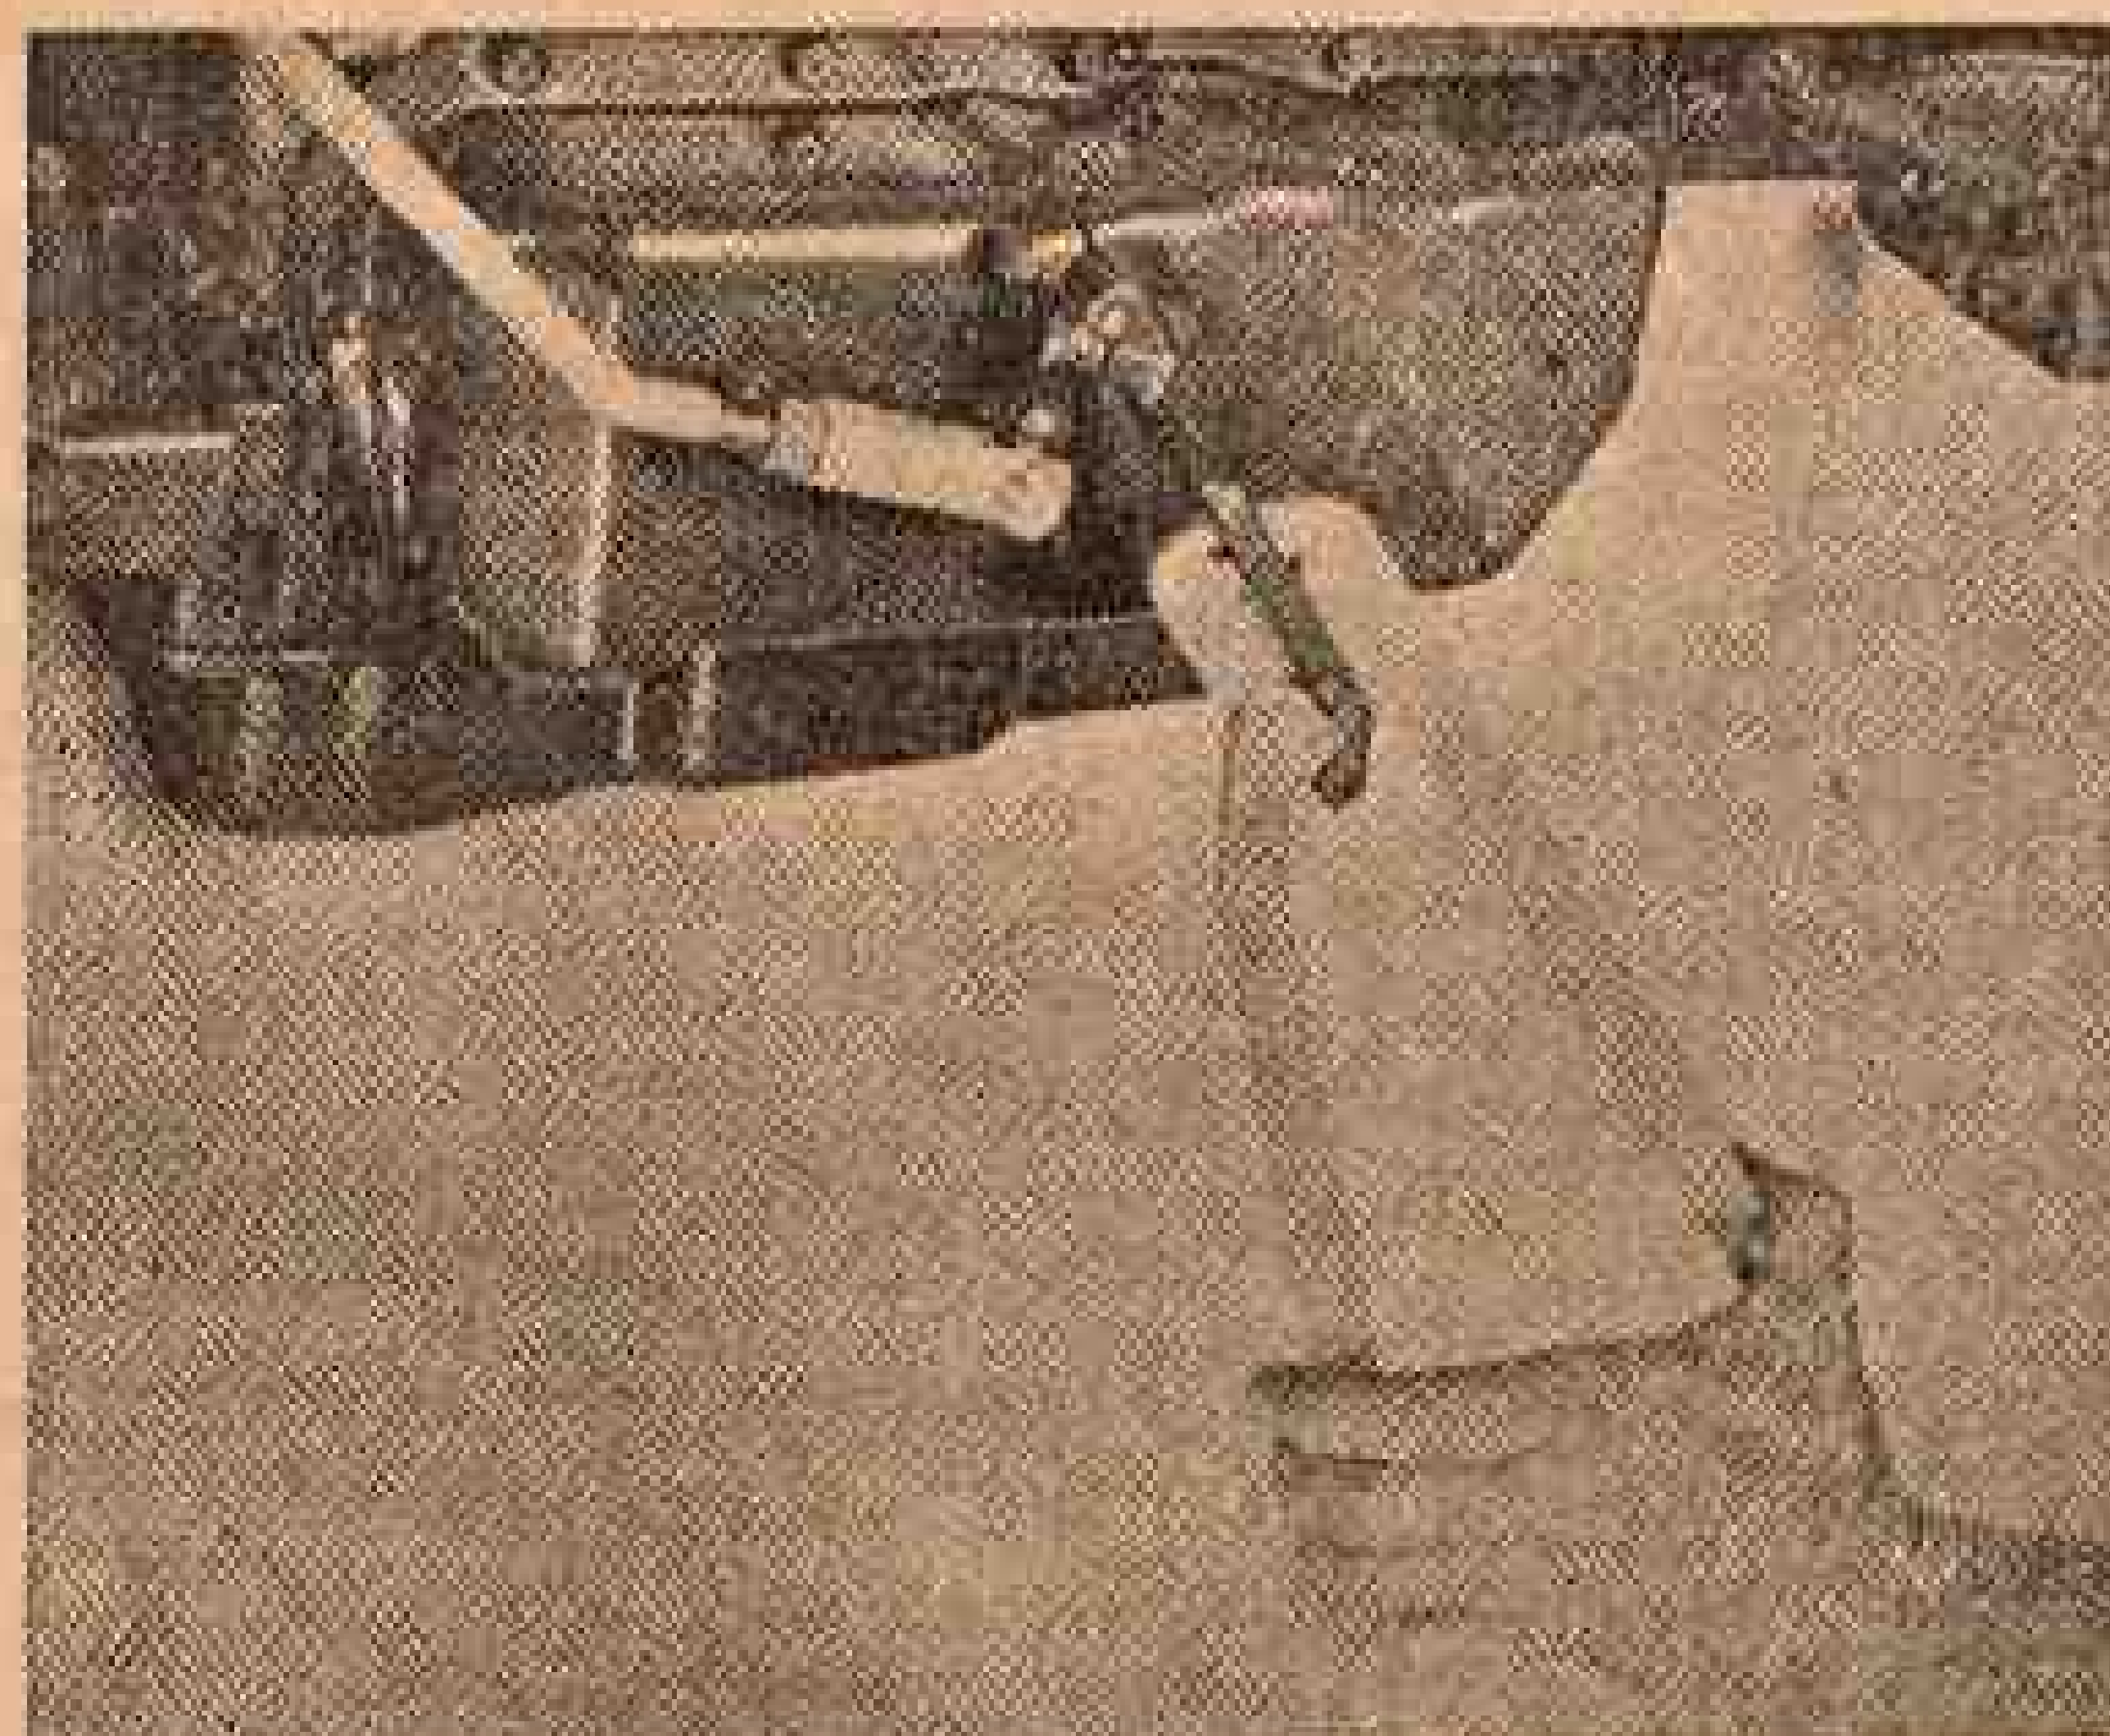

Fig. 329 — Encurvando a alavanca do estrangulador com a Ferramenta J-3310
c) se o calibrador não passar livremente sobre o pino, encurva-se a alavanca do estrangulador por meio da ferramenta J-3310 (fig. 329);